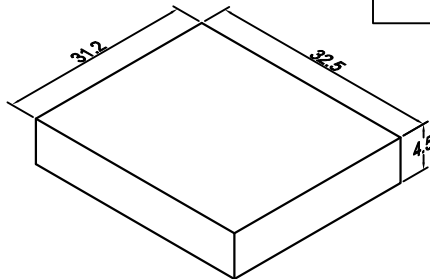

图3 内盒包装
- 2: 如图3, 每内盒装1小袋, 装盒后贴上物料标签, 数量为2000pcs。